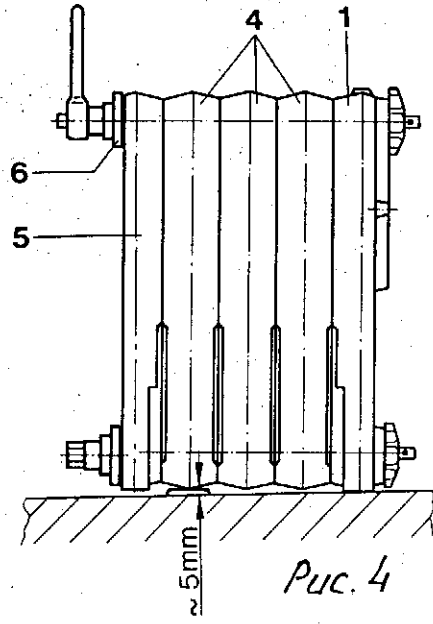

Рис. 4
•Заднюю(1), средние(4) и переднюю(5) секции по одной напрессовывать, равномерно и одновременно затягивая соединения сверху и снизу только при помощи ручного инструмента для прессования.
•Для прессования передней секции(5) на среднюю секцию(4) можно использовать только звездчатый фланец(6) Ø120, изображённый на рис.4 и 5.